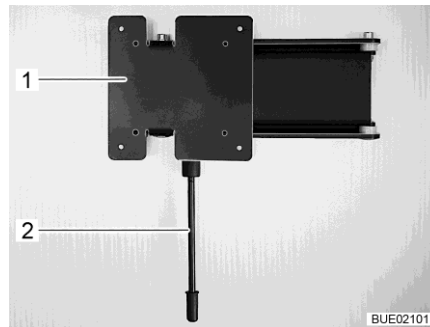

Fig. 86 Support mural
- Tirer le levier de déverrouillage (Fig. 86,1) vers le bas et faire pivoter le support (Fig. 86,2) et l'écran plat pour les amener en position souhaitée.